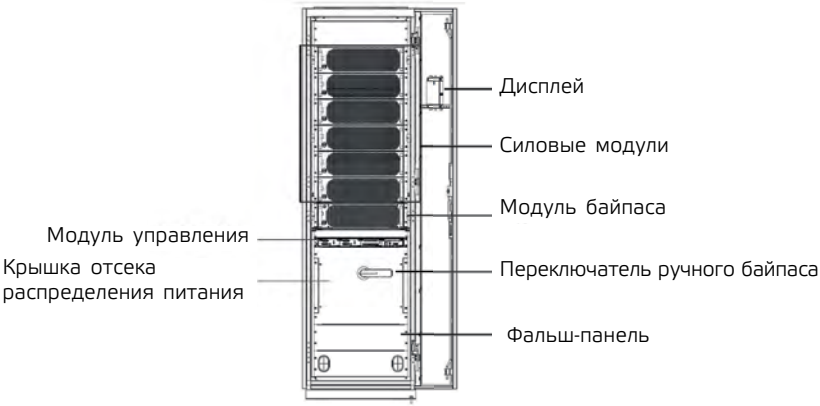

Рис. 1-7 Конструкция 300 кВА (нижний ввод кабеля)
4. Конструкция ИБП мощностью 300 кВА (нижний ввод кабеля) показана на Рис. 1-7. Передняя дверца ИБП открыта.